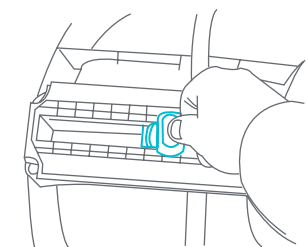

Fig. 1c
- Verifique que la palanca esté trabada en su lugar después de ajustar la altura (Fig. 1c).